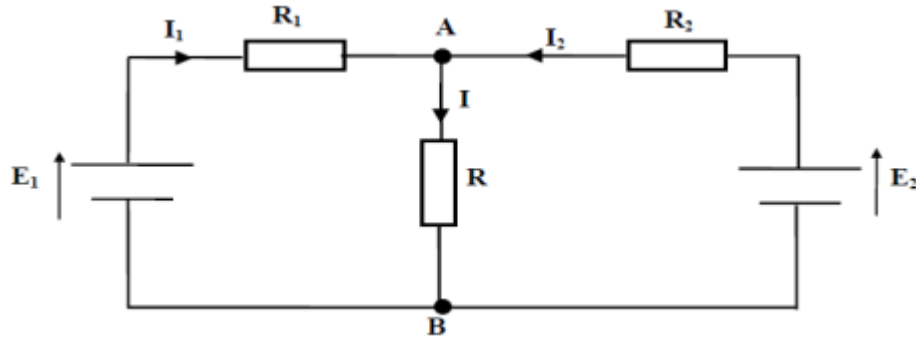

Figure 3
Soit le circuit, présenté par Figure 3 ci-dessous :
1. Réaliser le montage Figure 3.